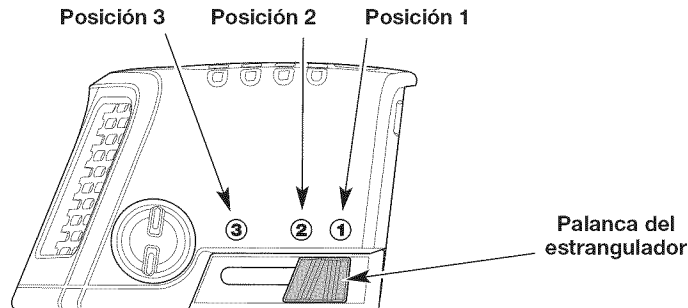

Fig. 11
4. Coloque la palanca del estrangulador en la **Posición 1** (Fig. 11).
7. Siga apretando el control del acelerador. Coloque la palanca del estrangulador en la **Posición 2** (Fig. 11).
10. Siga apretando el control del acelerador. Pase la palanca del estrangulador a la **Posición 3** (Fig. 11) y siga calentando el motor durante 60 segundos más. Se puede usar la unidad durante este período.
SI... el motor no funciona de manera uniforme, regrese la palanca del estrangulador a la **Posición 2** (Fig. 11) y siga calentándolo.
8. Siga apretando el control del acelerador. Coloque la palanca del estrangulador en la **Posición 2** (Fig. 11).
12. Siga apretando el control del acelerador. Pase la palanca del estrangulador a la **Posición 3** (Fig. 11) y siga calentando el motor durante 60 segundos más. Se puede usar la unidad durante este período.